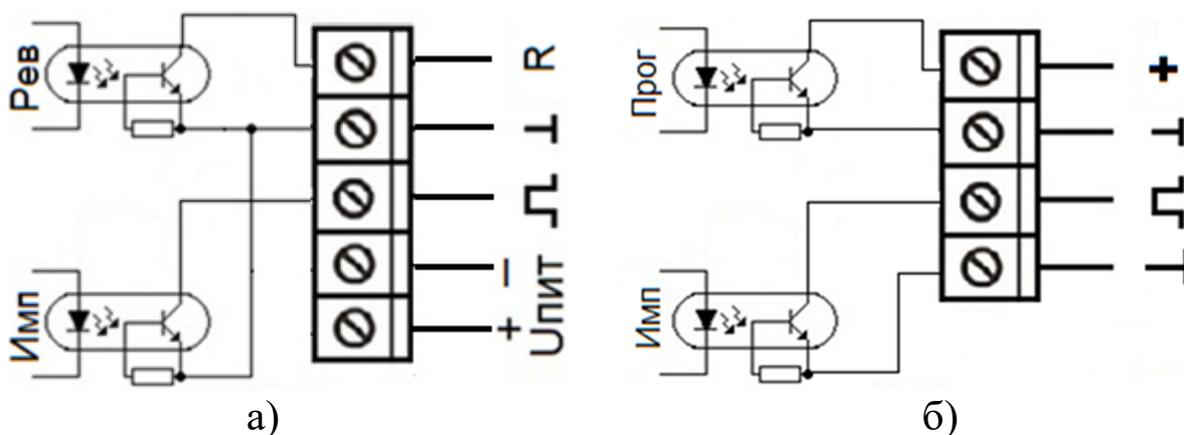

Рисунок 3. Схема дискретных выходов:
2.7.1 Расходомеры с однолучевым зондированием имеют дискретные выходы - импульсный выход «Имп» и выход сигнала обратного направления потока «Реверс» (R) (рисунок 3а);
Расходомеры с двухлучевым зондированием имеют дискретные выходы - импульсный выход «Имп» и выход программируемый «Прог» (рисунок 3б).